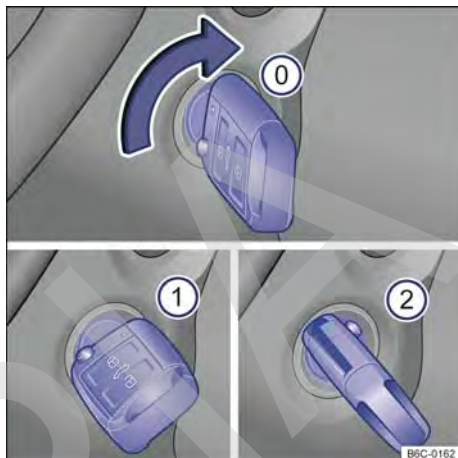

Fig. 90 Al lado del volante de la dirección, a la derecha: posiciones de la llave del vehículo en la cerradura de encendido.
Posiciones de la llave del vehículo → **fig. 90**
- ① Encendido desconectado. La llave del vehículo puede ser retirada.
- ② Encendido conectado.
- ③ Pisar el pedal del freno y encender el motor. Cuando el motor arranque, suelte la llave del encendido. Al soltar, la llave del vehículo vuelve a la posición → **fig. 90** ①.
- **Vehículos con cerradura de encendido:** girar la llave del vehículo a la posición → fig. 90 ①. El encendido está conectado. En ese momento la luz de control del sistema de arranque en caliente  se encenderá en el instrumento combinado. Esperar a que la luz de control  se apague indicando el final del calentamiento del combustible (esta acción puede ser necesaria en condiciones de arranque con el motor frío).
- **Vehículos con cerradura de encendido:** girar la llave del vehículo en la cerradura de encendido a la posición → fig. 90 ② – no acelerar. Cuando el motor comience a funcionar, soltar la llave del vehículo en la cerradura de encendido.
- *Vehículos con cerradura de encendido*: girar la llave del vehículo en la cerradura de encendido a la posición → fig. 90 .